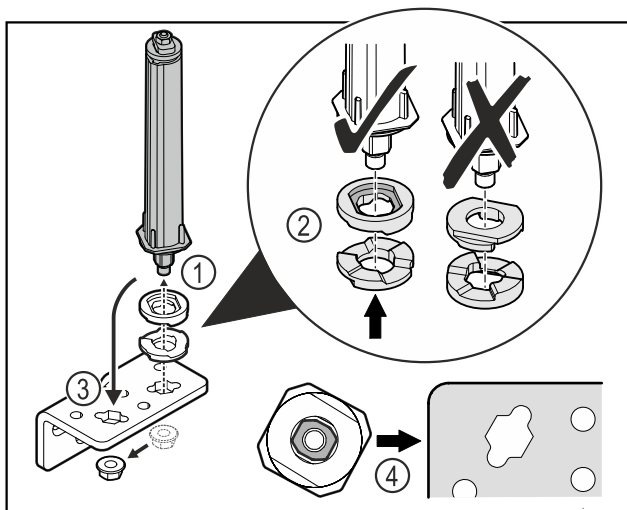

Fig. 28
- Dévisser l'écrou et retirer le système de fermeture de porte Fig. 28 (1).
- S'assurer que les disques de réglage de la hauteur sont correctement alignés Fig. 28 (2).
- Déplacer le système de fermeture de porte dans l'angle de charnière et le fixer avec l'écrou Fig. 28 (3).
- Lors de la mise en place, s'assurer que le système de fermeture de porte est correctement aligné Fig. 28 (4).